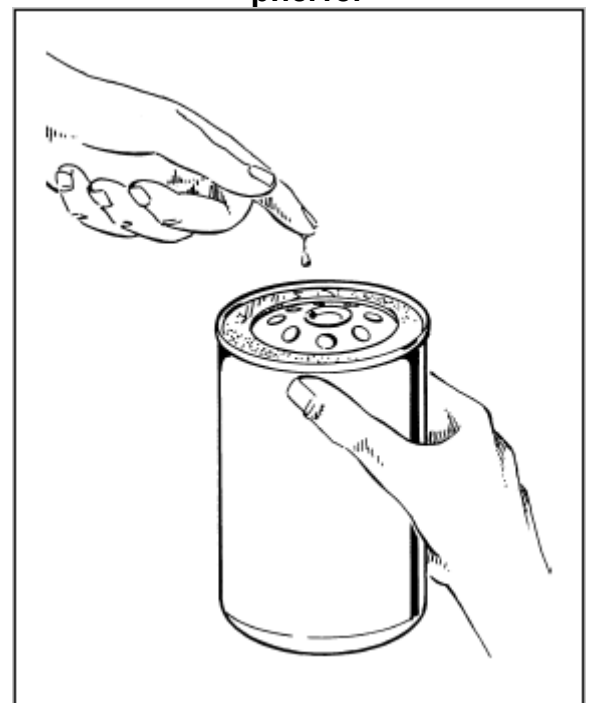

рис.19.
- До установки нового картриджа, необходимо смазать уплотнительную прокладку (см. рис.19).